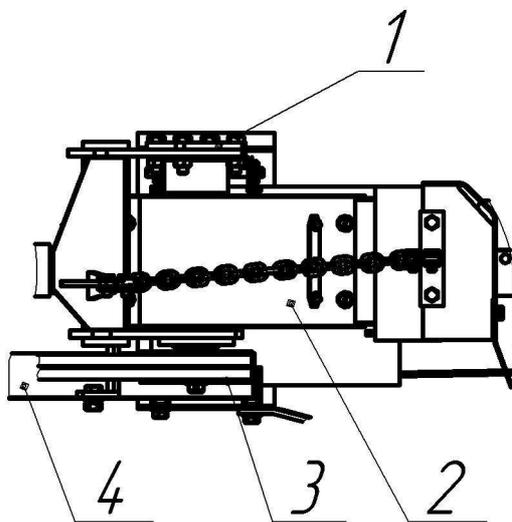

Рисунок 2
6.1.1 Косилка заводом-изготовителем поставляется с полностью отрегулированным и готовым к работе режущим аппаратом. Допускается поставка косилки двумя местами. Для досборки косилки (рисунок 2) снимите втулку переднюю 1 на приводе 2, снимите шкив 3 с привода 2 и установите привод. Установите втулку переднюю 1 и закрепите ее болтами. Установите шкив 3 на привод, зажмите гайку и зашплинтуйте. Установив корпус контрпривода на минимальное межцентровое расстояние, наденьте ремни и отрегулируйте их натяжение, закрепите кожух 4. Проверьте надежность крепления и затяжки резьбовых соединений.